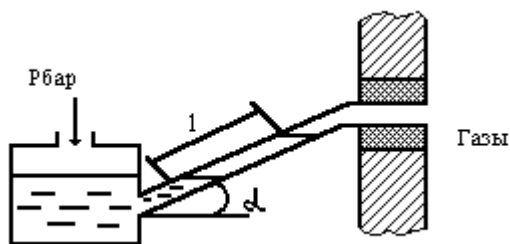

Рис. 1.
2. Разрежение в газоходе парового котла измеряется тягомером с наклонной трубкой. Угол наклона трубки тягомера  $\alpha=30^\circ$ , длина столбика воды в трубке, отсчитанная по шкале,  $l=150 \text{ мм}$  (см. рис. 1).